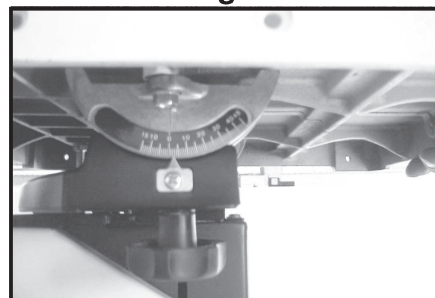

Fig. 3
1. Pour monter la table, ôtez l'insert en plastique et le goujon de la table. ☐ Glissez l'ouverture de la table à travers la lame de scie jusqu'au centre ☐ de la table. Assurez vous que la table est bien posée en face des 4 trous M10, placez les rondelles (Fig.3), l'insert de table et le goujon. ☐